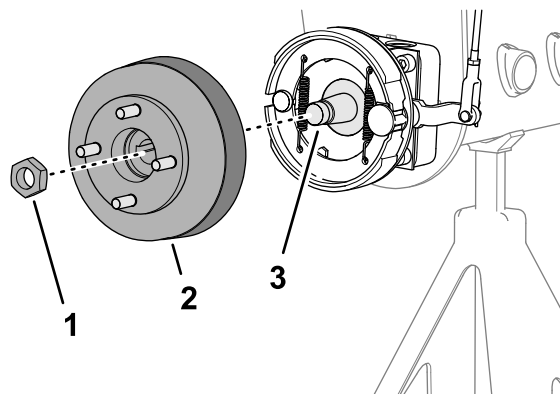
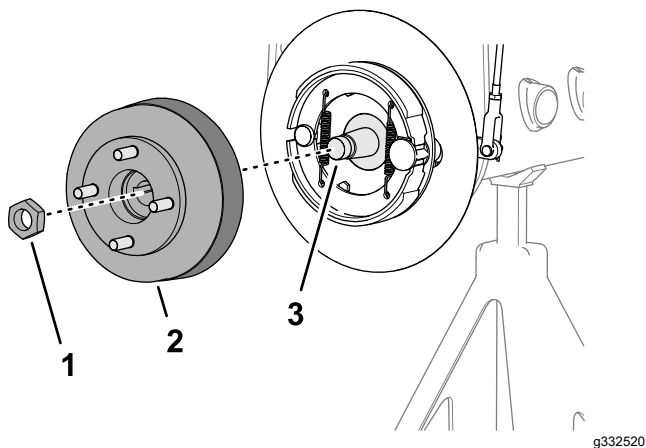

Figura 61
Figura 62
1. Remova a porca de bloqueio que prende o cubo ao eixo do motor da roda (Figura 61 ou Figura 62).
4. Utilize o extrator do cubo das rodas para remover o cubo das rodas e tambor dos travões do veio do motor das rodas (Figura 61 ou Figura 62).